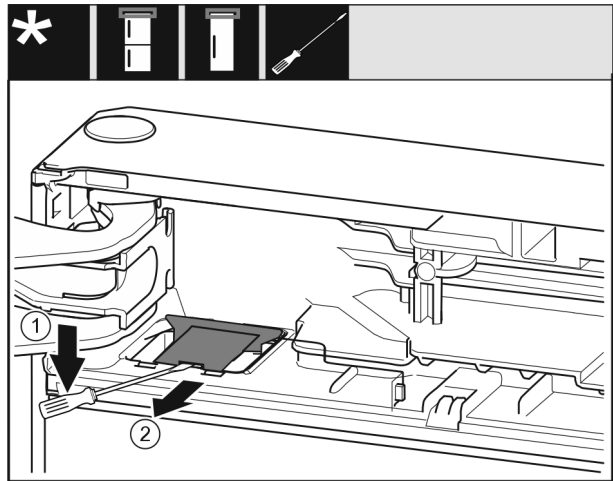

Fig. 10
- ▶ Klik afdækningen ud med en flad skruetrækker, og løft den af. Fig. 10 (1)
- ▶ Tag afdækningen af. Fig. 10 (2)